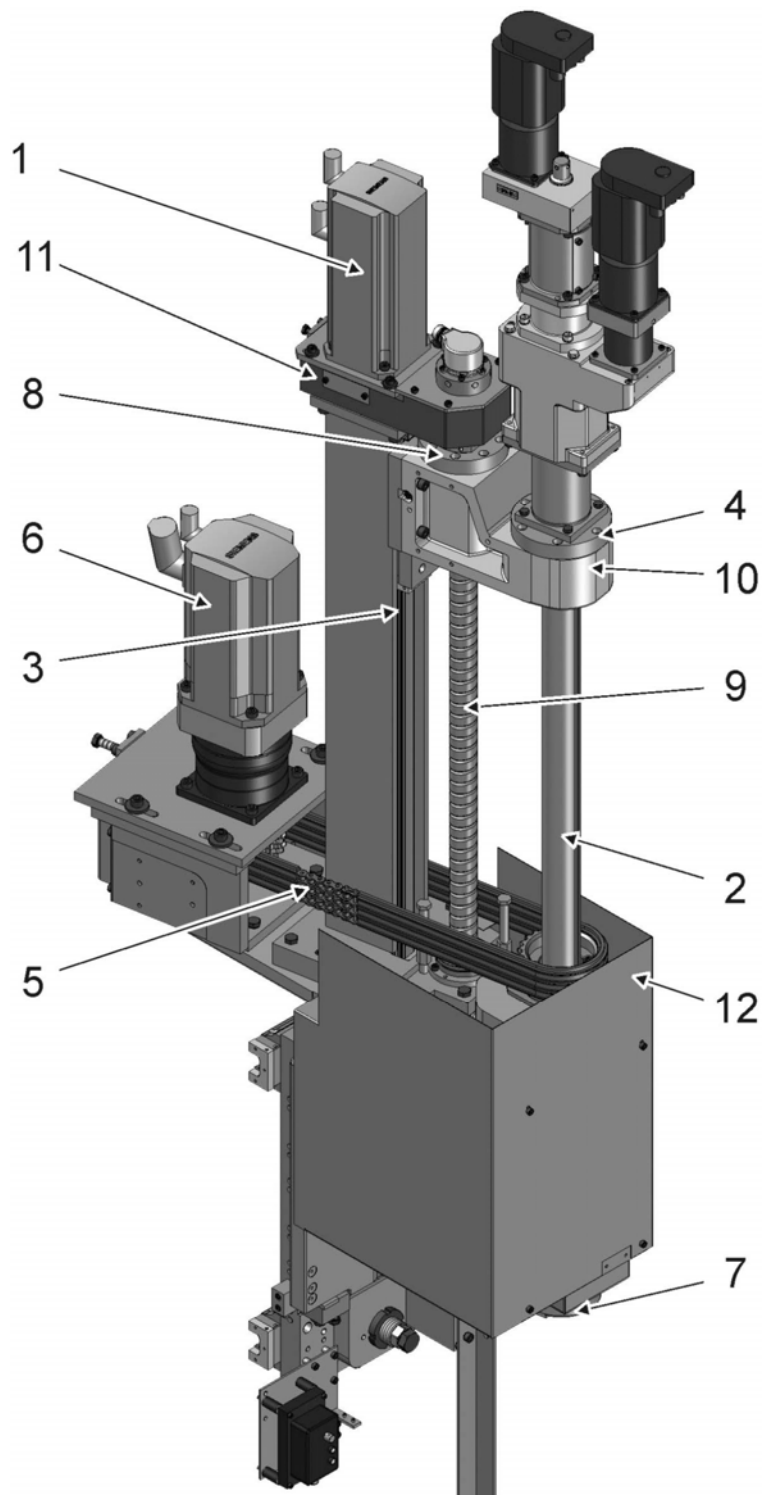
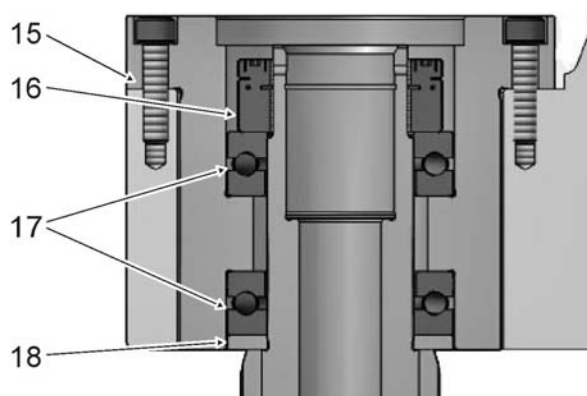

Abb. 1
Abb. 8
Zur Erzeugung der axialen Bewegung der Spindel (Abb. 1, Pos.2) dient ein Servomotor (Abb. 1, Pos.1) der über Zahnriemen mit einem Absolutgeber verbunden ist, und somit die radiale Drehbewegung in eine axiale Bewegung mittels der Spindelmutter (Abb. 1, Pos.8) zur Kugelspindel (Abb. 1, Pos.9) überträgt.
- Kette des Antriebs (Abb. 1, Pos 5)
- Spindelmutter mit Kugelspindel (Abb. 1, Pos.8)
- Führungsschiene am Hubschlitten (Abb. 1, Pos.3)
Vor Beginn sollte das Querhaupt (Abb. 1, Pos.10) zwischen Spindelkasten (Abb. 1, Pos.12) und Hubantrieb (Abb. 1, Pos.11) in mittlerer Position stehen.
- ⇒ Das Honwerkzeug und den Werkzeuganschluss (Abb. 1, Pos.7) demontieren
- ⇒ Spanschrauben der Stellmutter (Abb. 8, Pos.16) zunächst kreuzweise leicht entspannen. Erst dann dürfen die Spanschrauben vollständig gelöst werden. So wird verhindert, dass die gesamte Spannung der Membrane auf die zuletzt zu öffnende Spanschraube wirkt und diese dabei blockiert.
- ⇒ Die Spindellagerung (Abb. 1, Pos.4) nach oben aus dem Querhaupt (Abb. 1, Pos. 10) herausziehen. Das obere Axiallager verbleibt dabei in der Spindellagerung.
- ⇒ Die Blechverkleidung am Spindelkasten (Abb. 1, Pos.12) abschrauben.
- ⇒ Das Kettenschloss wie bei Abbildung 1, Position 5 dargestellt positionieren, anschließend lösen und die Rollenkette entfernen.
- ⇒ Spindel (Abb. 1, Pos.2) aus der Pinole des Spindelkastens nach oben herausziehen. Das untere Rillenkugellager (Abb. 8, Pos.17), wird dabei mitausgebaut.
⇒ Das obere Axiallager (Abb. 8, Pos.17) aus der Spindellagerung nehmen.